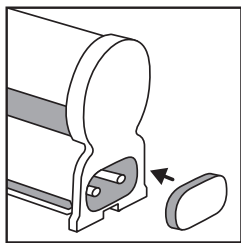

Рисунок 1
- При использовании светильника не занятый контакт должен быть закрыт прилагаемой заглушкой (Рисунок 1).
- Закройте свободный контакт заглушкой (Рисунок 1).